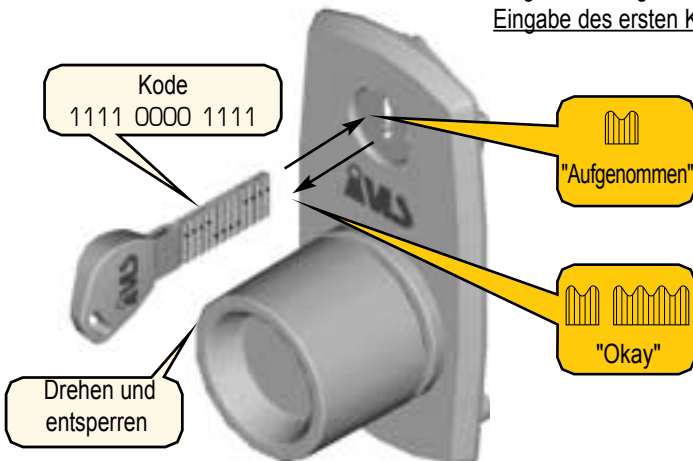

Abbildung 7 - Prüfung des Schloßes: Eingabe des zweiten Codes
13. Vergewissern Sie sich durch die Drehung des Handgriffes des Schloßes seitens der Schlüsselaufnahme (Abb. 7) darüber, daß das Schloß geöffnet ist.